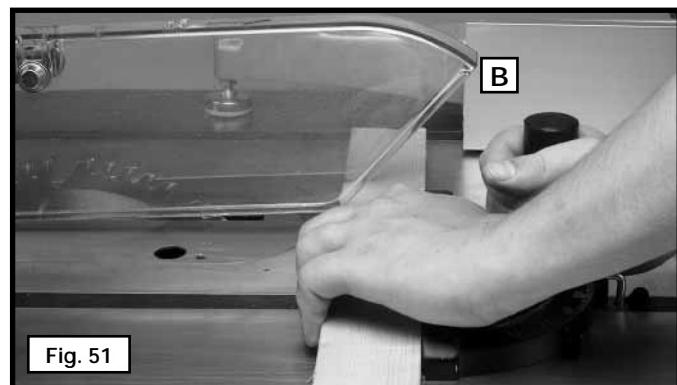

Fig. 51
Cuando corte transversalmente un número de piezas de la misma longitud, puede fijar un bloque de madera (B) a la guía y utilizarlo como un calibrador de corte (Fig. 51). El bloque (B) debe tener un espesor de al menos 19 mm (3/4") para evitar que la pieza cortada se trabe entre la hoja y la guía al retirarla de la hoja de la sierra. Es importante que este bloque de madera siempre esté ubicado delante de la hoja de la sierra como se muestra en la ilustración. Una vez determinada la longitud del corte, asegure la guía y utilice el calibrador de inglete para introducir el trabajo en el corte.
**PRECAUCIÓN** Cuando utilice el bloque (B), Fig. 51 como calibrador de corte, es muy importante que el extremo posterior del bloque esté ubicado de modo que libere la pieza de trabajo antes que ésta entre en contacto con la hoja.